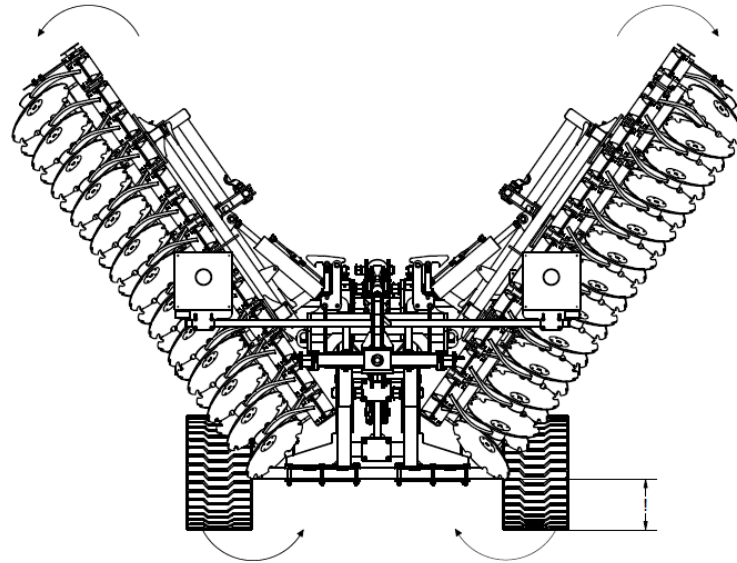

Abb. 7 Reihenfolge der Öffnung der Maschine: Öffnen der Maschine unter besonderer Berücksichtigung der Höhe der Armeenden vom Boden.
4. Achten Sie beim Öffnen der Flügelarme der Maschine darauf, dass die Enden der Arme auf der richtigen Höhe sind, damit sie nicht am Boden hängen bleiben (Abb. 7).